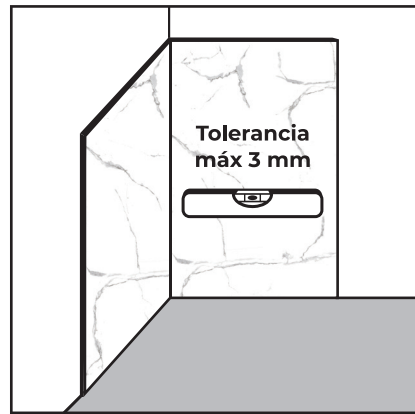

Figure 2
1. Vérifiez la planéité du mur que vous installez les panneaux à l'aide d'un niveau de cinq pieds (1,5 mètres) (Figure 2).
2. Sachez que chaque boîte a deux panneaux. Pour avoir une vue de conception optimale, ces deux panneaux doivent être installés l'un au-dessus de l'autre, assurant la continuité de la conception comme indiqué sur la (Figure 2).